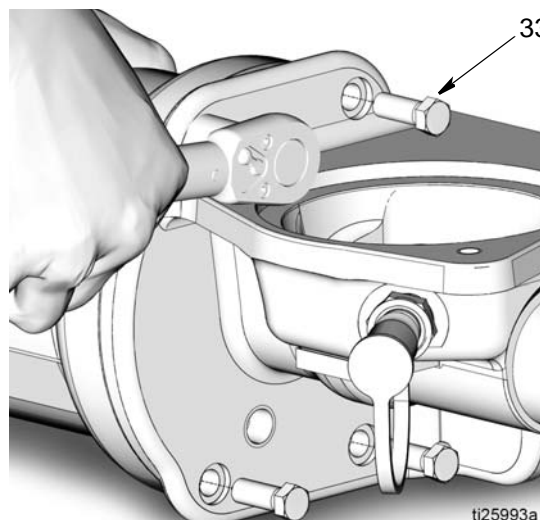

FIG. 52
- c. Installare 4 viti nuove (33). Serrare a mano le viti in modo uniforme, ognuna un po' per volta, secondo uno schema in diagonale. Serrare quindi in diagonale a una coppia di 10-13 ft. lbs. (13,5-17,6 N•m). Vedere FIG. 52.